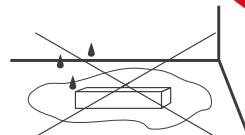

Рис. 3. Не устанавливать источник в местах скопления воды
- 4.8. Не размещайте источник в местах и нишах, где может скапливаться вода. Нахождение источника в воде [лужа, тающий снег] вызывает разрушающие электрохимические процессы [рис. 3].